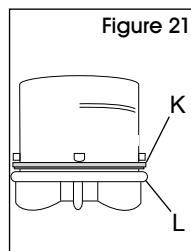

Figure 21
4. Si l'anneau en caoutchouc (K) du bouchon a bougé, replacez-le avec le côté inégal contre le rebord du bouchon (L) comme illustré. (Voir Figure 21)